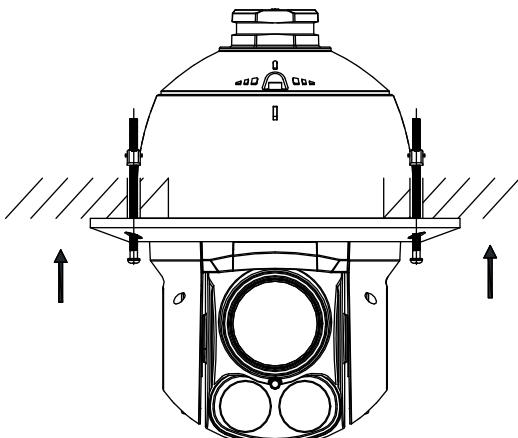

图2-37 球机安装到已打孔位置
2. 验证完毕后关闭电源，按照以下指示位置及方向，将球机安装到天花板已打孔位置处，如图 2-37 所示。